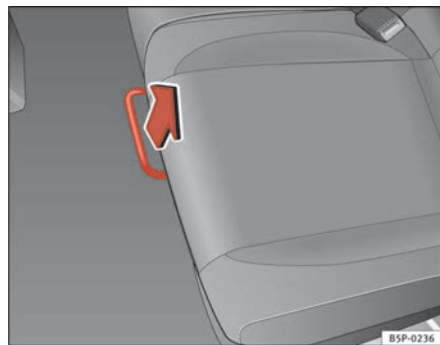

Fig. 97 Barra de desbloqueo del asiento posterior
- En la posición sentado, desbloquee la palanca en el sentido de la flecha ⇒ **fig. 97**.